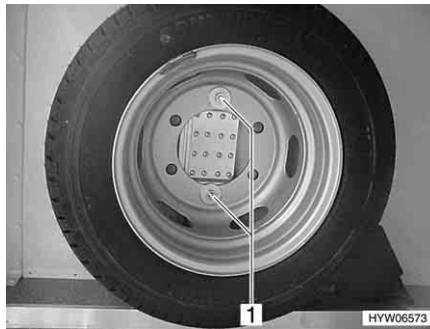

Fig. 267 Ruota di scorta nel gavone di coda
- Svitare i due bulloni (Fig. 267, 1) con una chiave per dadi di fissaggio ruota.